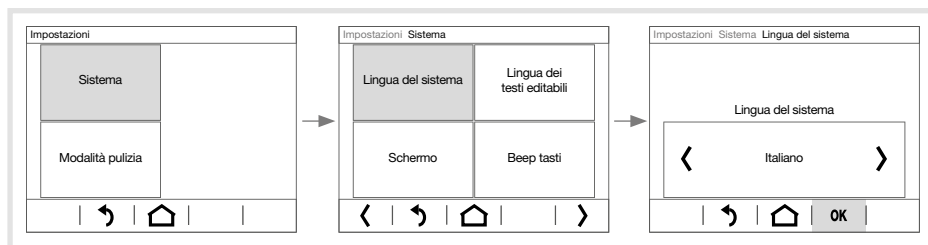

Figura 5: esempio d'impostazione della lingua di sistema
La visualizzazione si sposta su un'altra pagina dalla quale occorre ancora operare una selezione, oppure va direttamente all'impostazione del parametro (figura 5).
- Con $- / +$ il valore del parametro ridurre/aumentare, con $\rangle / \langle$ è possibile selezionare un valore preimpostato disponibile (figura 5), oppure con **ON** / **OFF** è possibile attivare/disattivare il parametro (tabella 1).